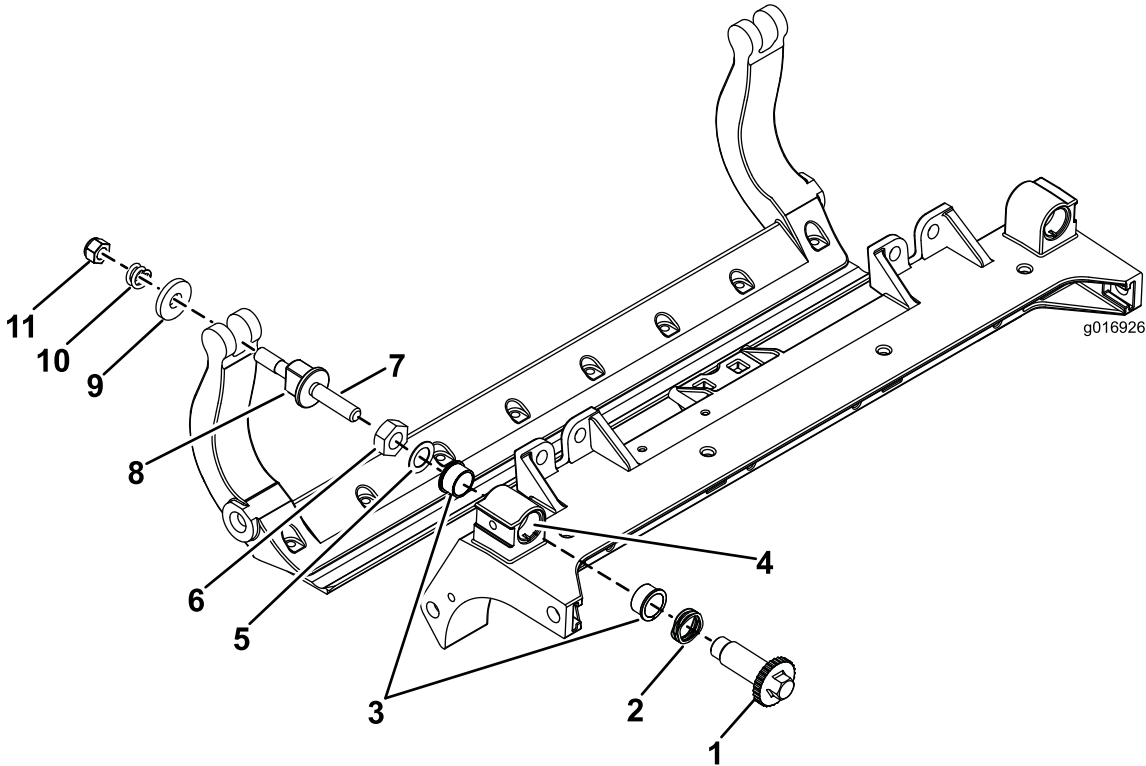

Figura 31
- 1. Retire todas las piezas (consulte las *Instrucciones de instalación* del Kit HD DPA Modelo 120–7230 y Figura 31).
- 2. Aplique antigripante al interior del alojamiento de los casquillos del bastidor central de la unidad de corte (Figura 31).
- 3. Alinee los salientes de los casquillos con brida con las ranuras del bastidor, e instale los casquillos (Figura 31).
- 4. Instale una arandela ondulada sobre el eje del ajustador e introduzca el eje del ajustador en los casquillos con brida del bastidor de la unidad de corte (Figura 31).
- 5. Sujete el eje del ajustador con una arandela plana y una contratuerca (Figura 31). Apriete las tuercas de las ruedas a 20–27 N-m.
- 11. Coloque una arandela de acero por fuera de cada arandela de nylon (Figura 31).
- Nota:** Las arandelas del interior pueden tener cierta holgura (Figura 31).
- 13. Apriete la tuerca de cada ajustador de la barra de asiento hasta que el muelle de compresión esté comprimido del todo, luego afloje la tuerca 1/2 vuelta (Figura 31).